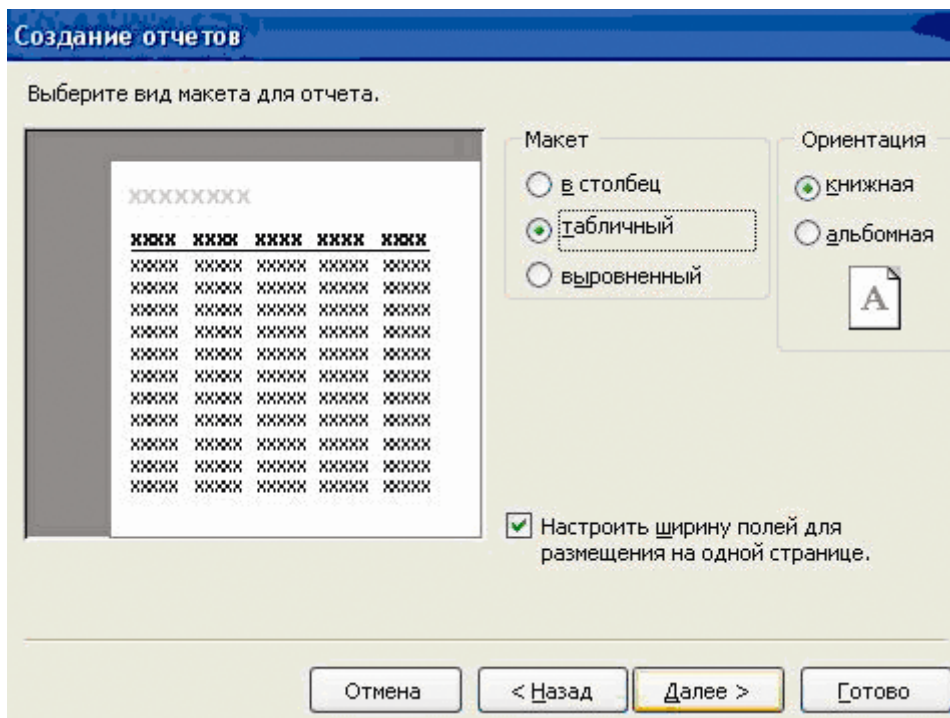

Рис.39– Диалоговое окно **Создание отчетов – выбор вида макета**
10. Выполнить щелчок левой клавишей по кнопке . На экране появится диалоговое окно выбора макета для отчета (рис. 39).